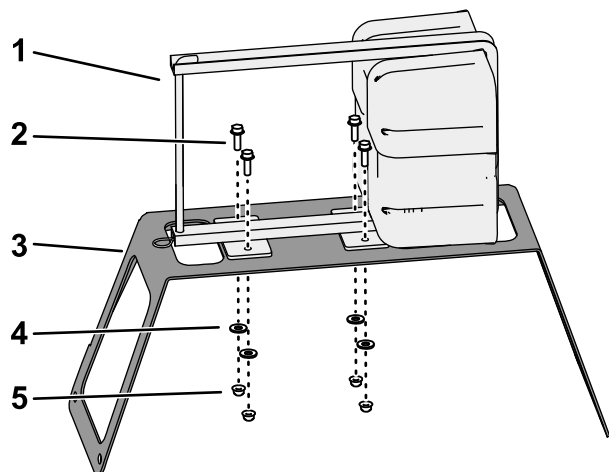

図 3
1. フォームマーカのタンクとコンプレッサを 図 3 に示すように取り付けブラケットにセットする。
2. ブラケットにコンプレッサを固定する 図 3; ボルト5/16 x 1 インチ4本、ワッシャ3/8 インチ4枚、フランジロックナット5/16 インチ4個を使用する。